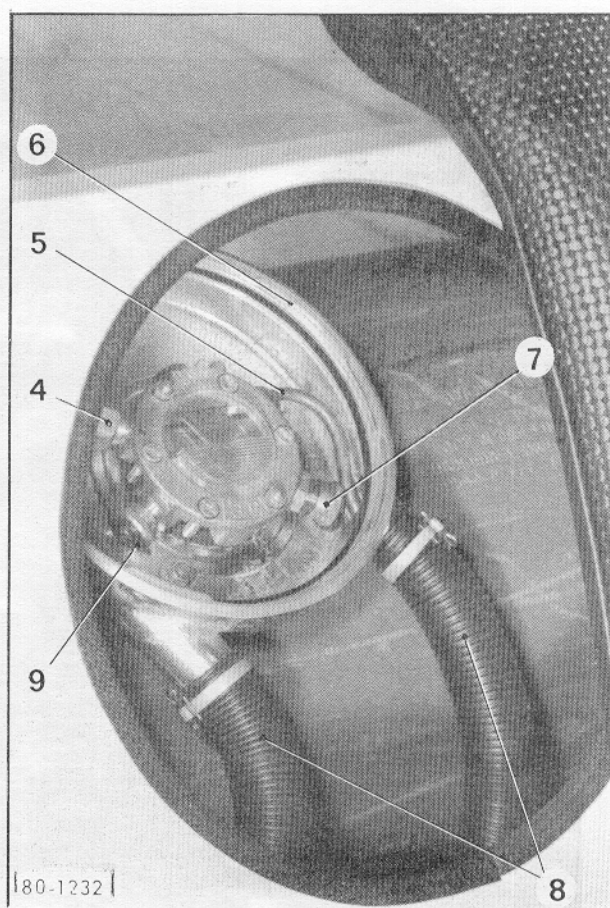

Fig. 3
- Une multivanne (Fig.3).
Multivanne (Fig.3) :